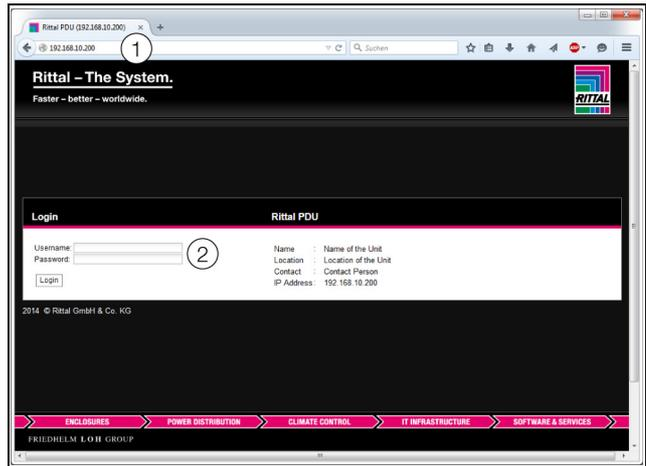

Abb. 20: Anmeldebildschirm bei einer HTTP-Verbindung
- Geben Sie im Browser die Adresse **http://192.168.0.200** ein (Abb. 20, Pos. 1). Es wird der Anmeldedialog zur Anmeldung am Gerät angezeigt.
- Melden Sie sich als Benutzer **admin** mit dem Kennwort **admin** an (Abb. 20, Pos. 2).